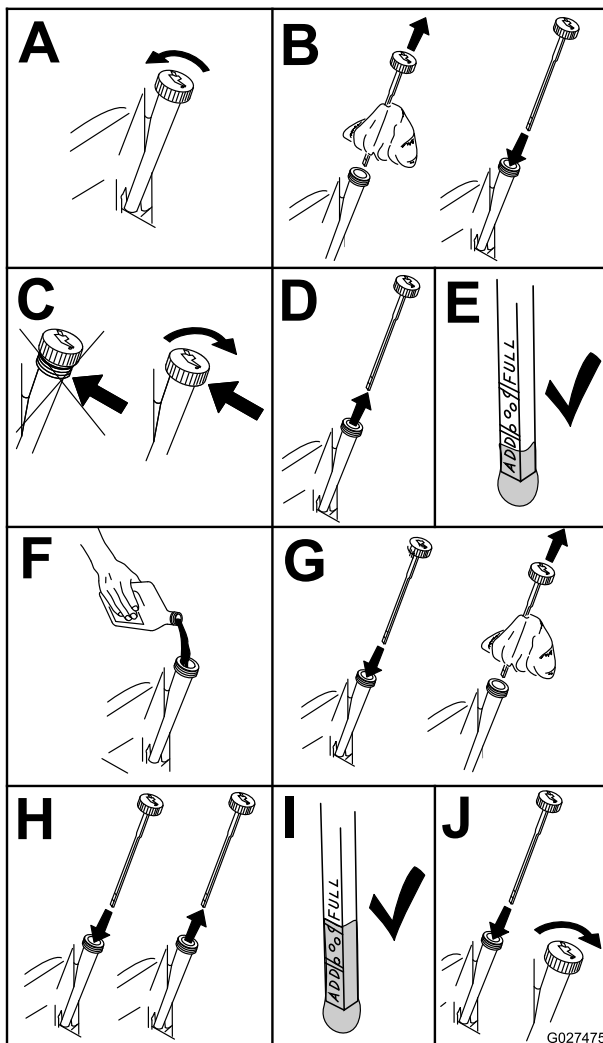

Figura 44
4. Verifique o nível de óleo do motor (Figura 44).